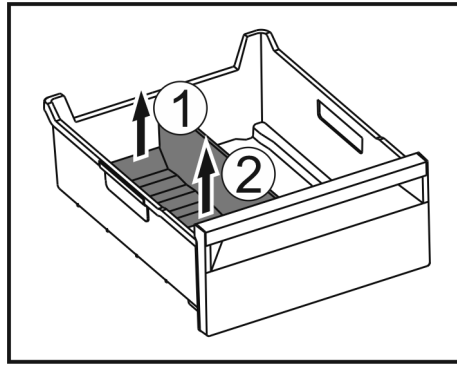

Fig. 183
- ▶ Ridicați partea posterioară a separatorului pentru compartimentul de gheață. Fig. 183 (1)
- ▶ Scoateți separatorul pentru compartimentul de gheață în sus. Fig. 183 (2)